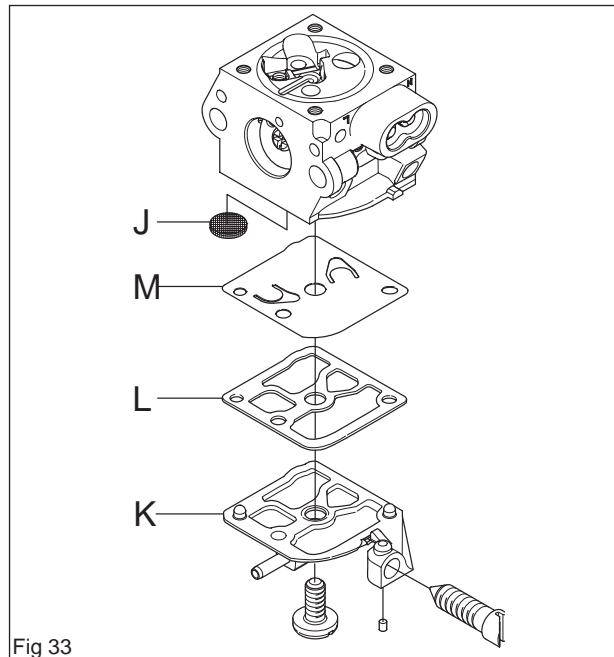

Fig 33
3. Monter le filtre à carburant (J) à l'aide de la tige d'un petit tournevis (voir la figure 33).
4. Monter la membrane de pompe (M), la garniture (L) et le couvercle (K) sur l'unité de pompe (voir la figure 33).